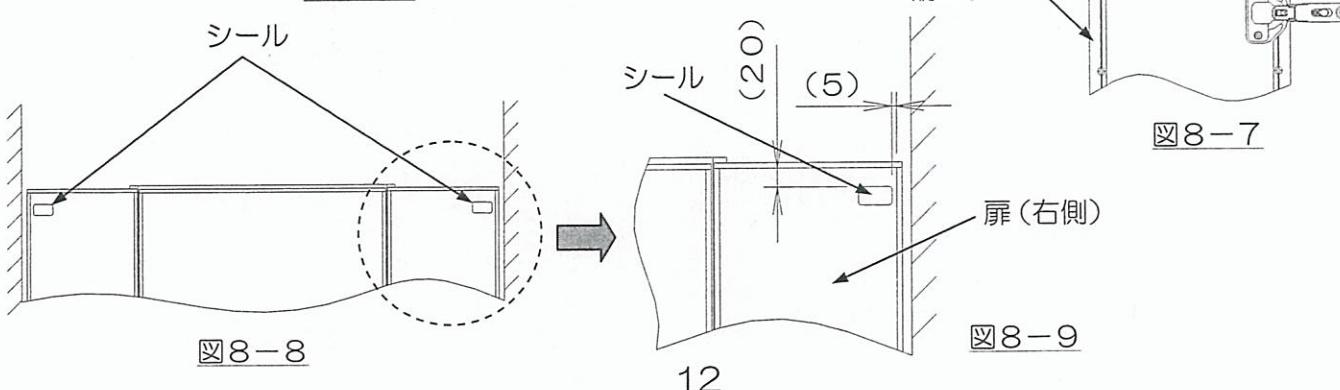

図8-7
注意：横エッジのカット寸法は、[8] -①で計算した扉カット後寸法とは異なります。(図8-7)
(5) 横エッジを扉に当てがい、扉に下穴Φ2カ所をあけた後、付属のトラスタッピンネジ3. 5×14 2本で横エッジを固定してください